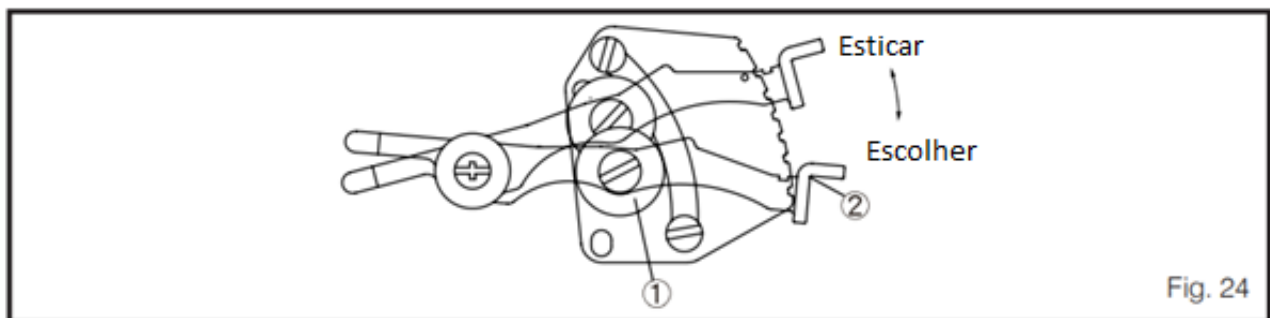

Fig. 24
Solte a porca de regulagem (1). Ajuste a barra de regulagem (2) para baixo e irá encolher o tecido. Caso a mova para cima, o material ficará estendido. Aperte a porca de regulagem (1) após concluir os ajustes. (Fig.24) e (Tabela 4)